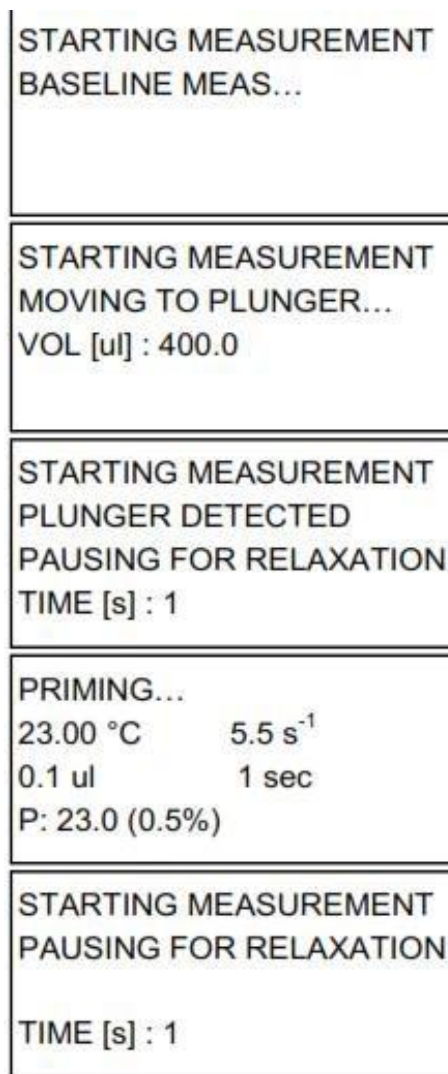

Рисунок 1.8 – Изображения экрана во время проведения автоматического измерения
4. Во время появления пятого экрана толкатель начинает перемещаться к поршню (рисунок 1.8).